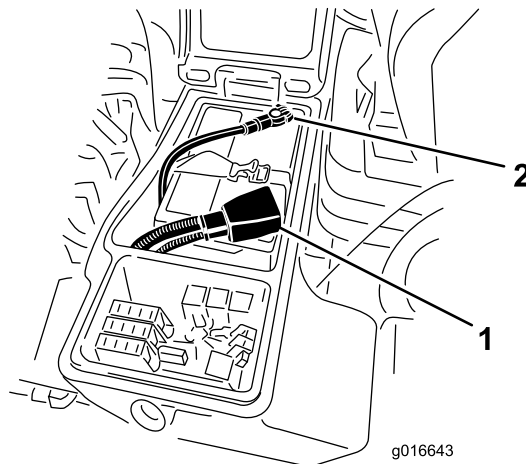

Figura 97
6. Instale o cabo positivo (vermelho) no terminal positivo (+) e o cabo negativo (negro) no terminal negativo (-) da bateria (**Figura 97**).